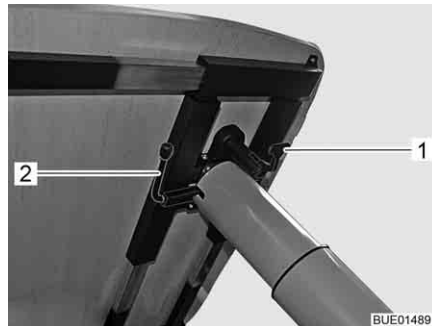

Bild 98 Verstellung Hubtisch
- Verriegelungshebel (Bild 98,1) nach unten klappen.
- Den Hebel (Bild 98,2) unter der Tischplatte um 180° im Uhrzeigersinn schwenken. Der Hubmechanismus im Tischfuß wird entriegelt.
- Den Hebel (Bild 98,2) unter der Tischplatte um 180° im Uhrzeigersinn schwenken. Die Tischplatte fährt selbsttätig bis zum Endanschlag nach oben.